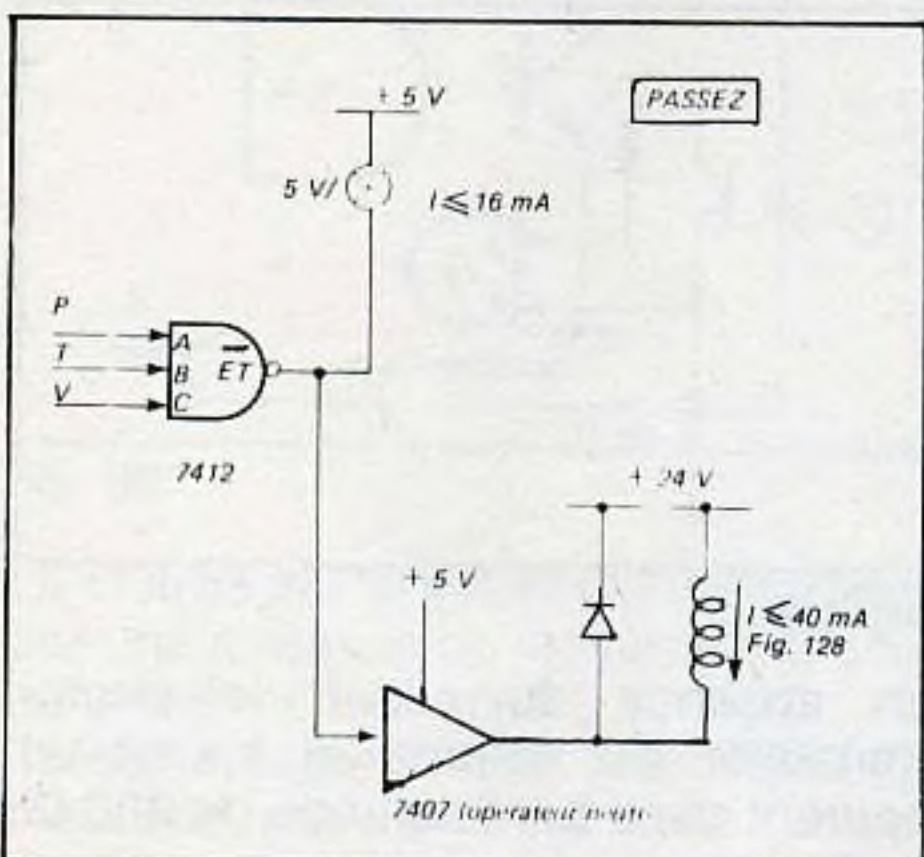

Fig. 112
4. Condition « Passez » (figure 112).